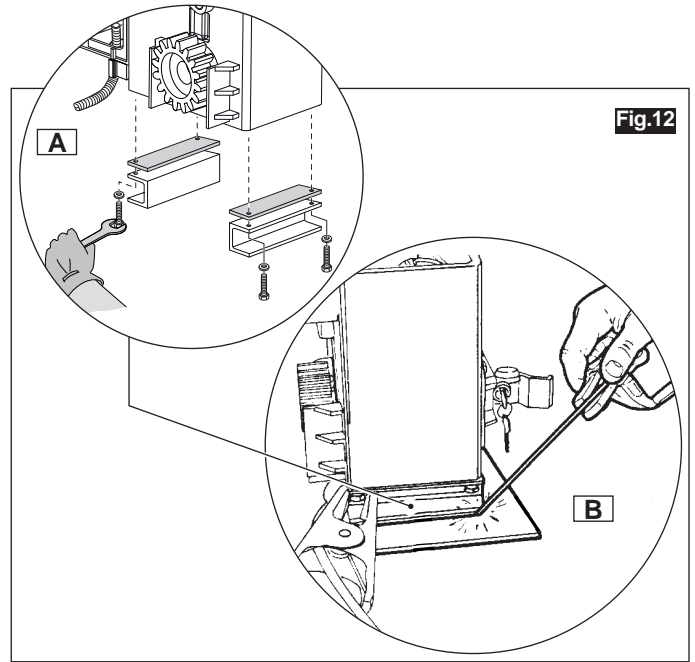

Fig.12
- Montar los dos soportes de acero zincado y la tira antivibración de goma debajo de la base del motorreductor mediante los tornillos correspondientes suministrados en la confección (Fig.12-part.A) (engrasar la rosca de los tornillos antes del montaje).
- Hacer pasar los cables electricos a través del orificio correspondiente como se refleja en la (Fig.12-Part.A), con cuidado de no dañarlos.
- Fijar el actuador a la placa de fundición con dos cordones de soldaduras a lo largo de los soportes montados (Fig.12-Part.B). **¡IMPORTANTE!**: se aconseja efectuar una soldadura preliminar con dos puntos, completandola solo **DESPUES** del montaje y control de la cremallera.